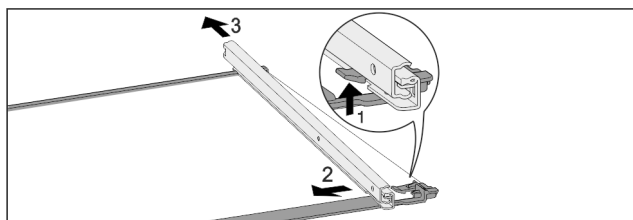

Fig. 124 Glassplate med skinner
- Trykk den fremre festespaken oppover. Fig. 124 (1)
- Skyv uttrekksskinne til side Fig. 124 (2) og skyv bakover Fig. 124 (3) og bort.